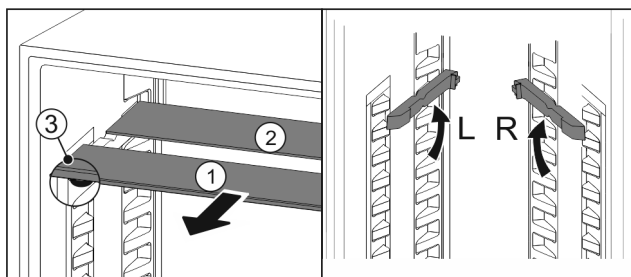

Fig. 94
- ▶ Dra ut Fig. 94 (1) glashyllorna framåt en i taget.
- ▷ Glashyllan Fig. 94 (1) med dekorlisten ligger längst fram.
- ▷ Stoppklackarna Fig. 94 (3) är vända nedåt.